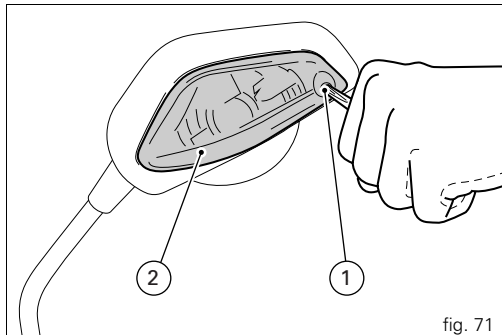

fig. 71
Les clignotants avant sont intégrés dans les rétroviseurs. Pour remplacer l'ampoule, dévisser la vis (1) et déposer l'optique (2) du clignotant du rétroviseur (fig. 71).